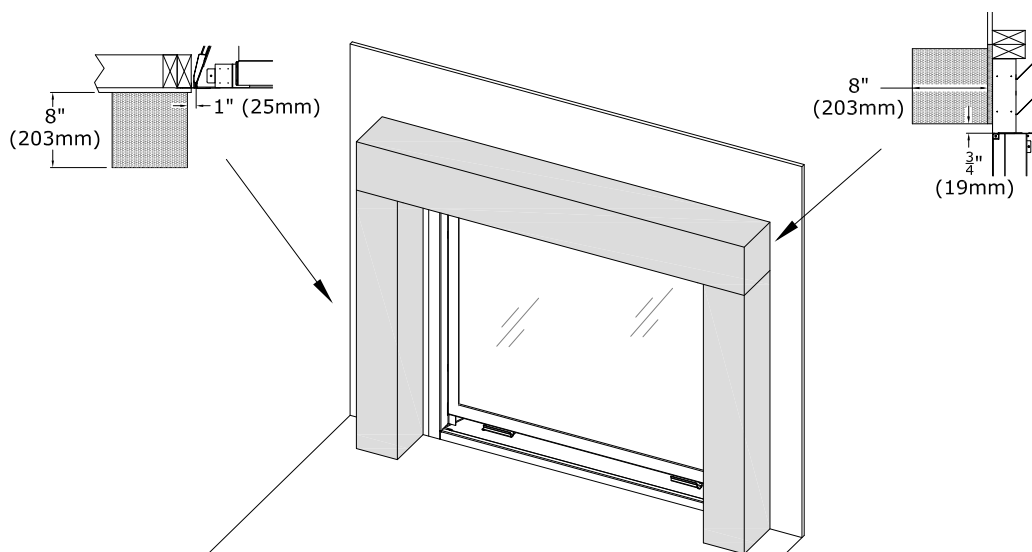

Figure 5.3 - Projections d'un manteau ou contour incombustible - Installation standard
- Profondeur du manteau incombustible : Comme le montre la FIGURE 5.3, un manteau incombustible d'une profondeur de 8 po peut commencer à 41-3/4 po (1060mm) de la base du foyer. Cette mesure place le manteau incombustible à la hauteur de la garniture supérieure du kit de garnitures de finition (NK48-FTK), une fois installé.
- Contour incombustible (au haut et aux côtés de l'ouverture du foyer) : Comme le montre la FIGURE 5.3, un contour incombustible de 8 po peut être installé vis-à-vis les garnitures supérieure et latérales du kit de garnitures de finition. Le schéma montre un jeu de 1 po (25 mm) au haut et aux côtés du foyer, pour permettre d'installer le kit de garnitures de finition (NK48-FTK).